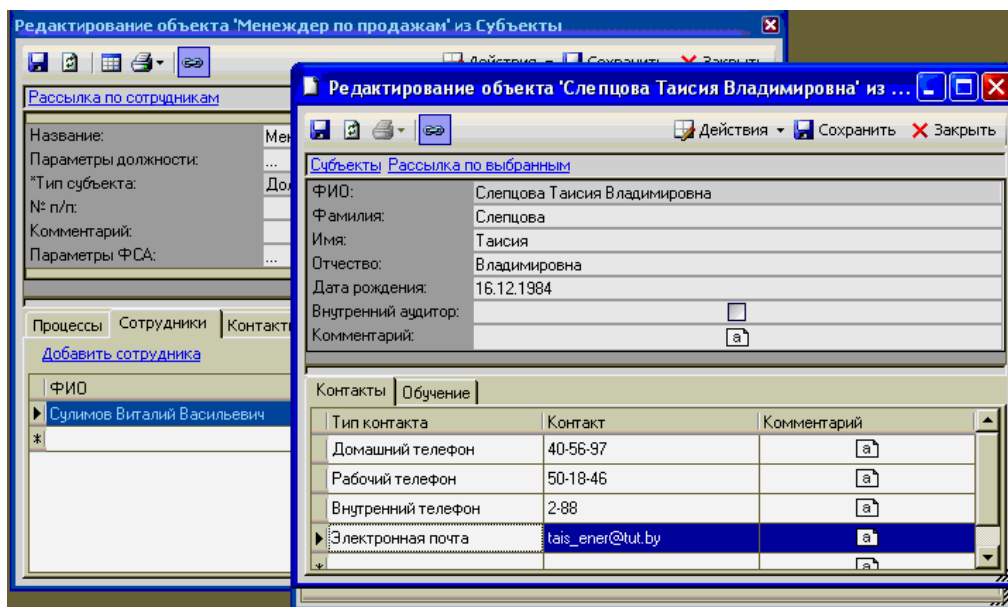

Рисунок 49 – Окно редактирования свойств объекта *Физическое лицо*
- в окне свойств нового элемента введите информацию о физическом лице, назначенном на должность менеджера по продажам, *Слепцовой Таисии Владимировне* (рисунок 49);